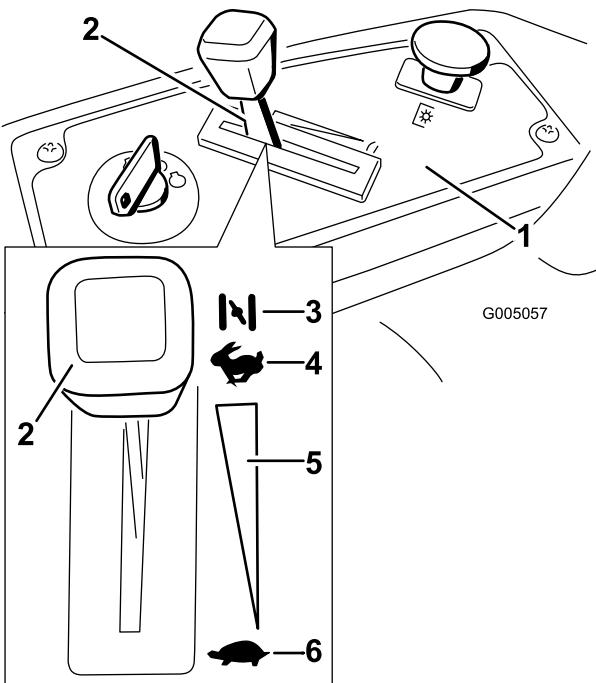

Figura 11
- Mueva la palanca del acelerador a la posición Estárter antes de arrancar el motor si éste está frío (Figura 11).
- Cuando el motor arranque, mueva el acelerador a la posición Rápido (Figura 11). Si el motor se cala o funciona irregularmente, vuelva a colocar el acelerador en Estárter durante unos segundos. Repita este procedimiento tantas veces como sea necesario.
3. Gire la llave de contacto a la posición Desconectado (Figura 11) y retire la llave.